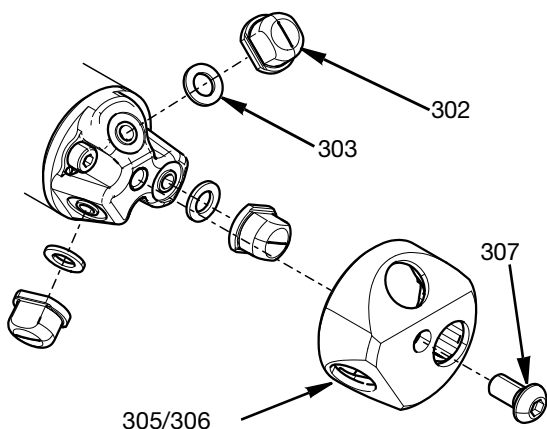

FIG. 9
- a. Entfernen Sie die Düsenkappe (305/306) mit angebrachten Düsen (302), indem Sie die M6-Kopfschraube (307) entfernen.
- b. Die Düsenpackung (303) kann dann abgenommen werden. Siehe FIG. 9.